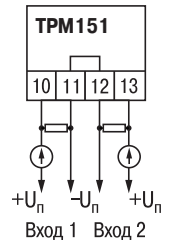

Рис. 23
3. Для питания нормирующих преобразователей необходим дополнительный источник постоянного напряжения  $U_n$ . На рис. 23 показаны схемы подключения датчиков с унифицированным выходным сигналом 4...20 мА к приборам по двухпроводной линии. Значение напряжения  $U_n$  указывается в технических характеристиках нормирующего преобразователя и, как правило, лежит в диапазоне 18...36 В.